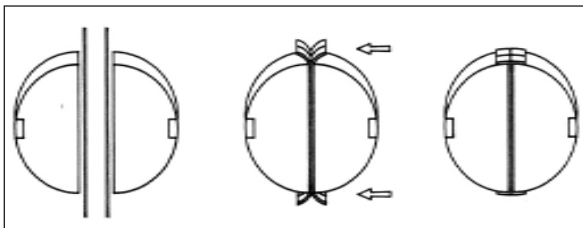

Figura 46
6.22 Aperte com uma chave catraca os parafusos laterais dos cabeçotes, alternando duas a três voltas por vez, até que o excesso de fita de bandagem se separe e dobre para traz. Quando os cabeçotes laterais ficarem completamente fechados, corte com uma tesoura o excesso da fita de bandagem (figura 46).